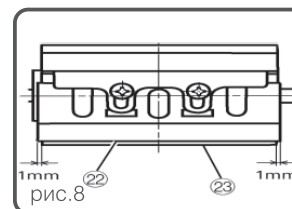

рис.8
- Установите режущее лезвие так, чтобы острие режущего лезвия выступало на 1 мм за поверхность режущего блока. (рис.8)